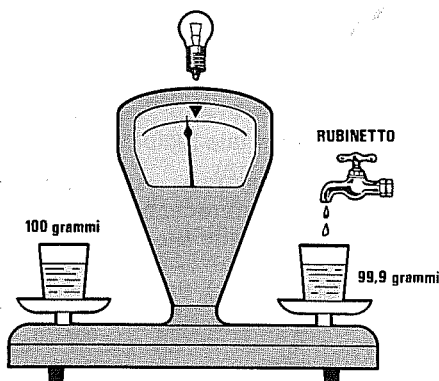

Fig. 13 Se il PLL rileva che nel recipiente di destra l'acqua è evaporata, farà scendere qualche goccia per riequilibrare il peso.
- Se il PLL rileva che nel recipiente di destra l'acqua è leggermente **evaporata** scendendo a **99,9 grammi**, verserà in tale recipiente le poche **gocce mancanti** (vedi fig.13).